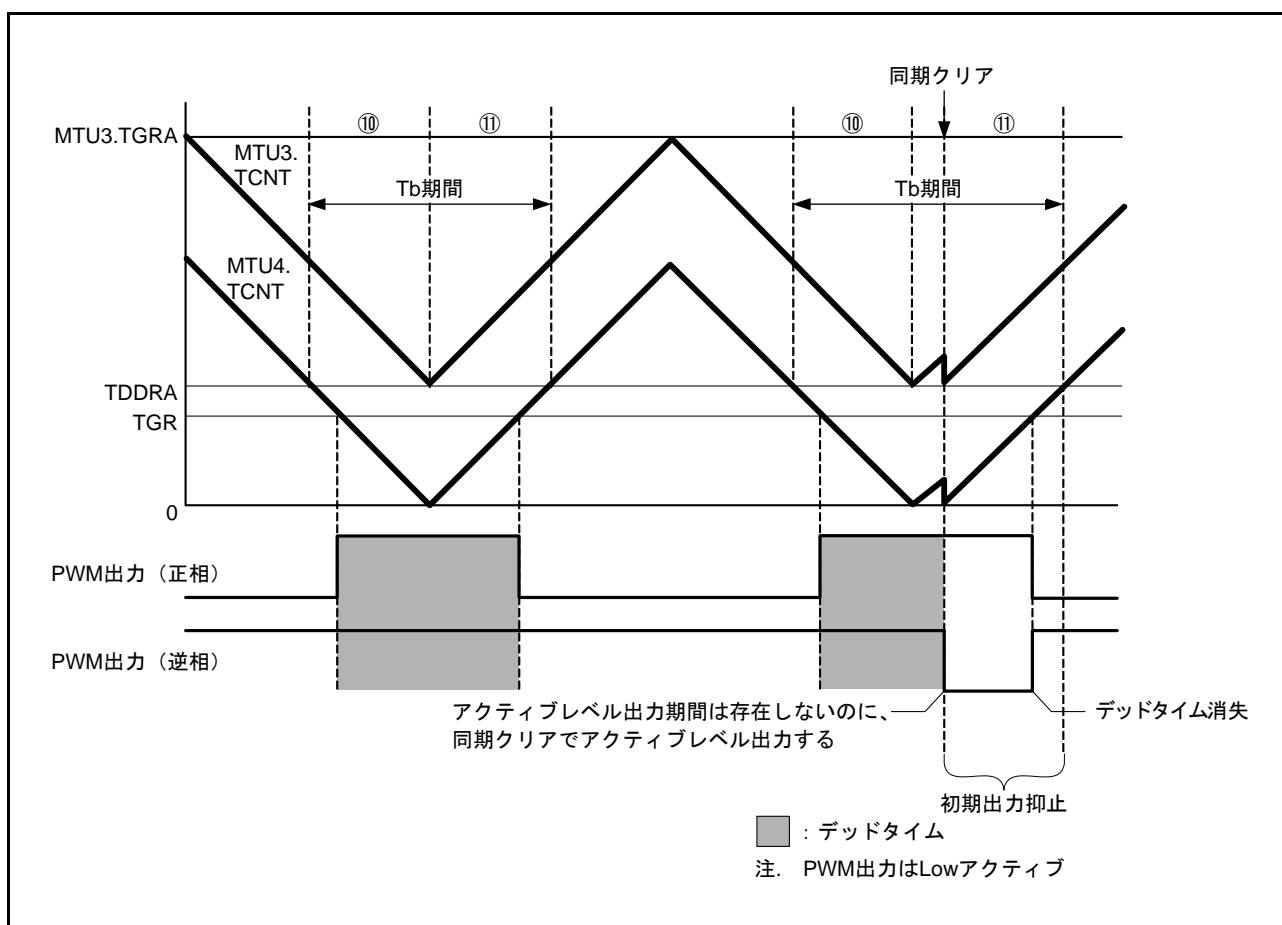

図 16.141 同期クリア例 (条件 2 の場合)
条件 2：初期出力の抑止期間⑩、⑪にて、 $MTU3.TGRB (MTU6.TGRB) \leq TDDRA (TDDRB)$ 、 $MTU4.TGRA (MTU7.TGRA) \leq TDDRA (TDDRB)$ 、 $MTU4.TGRB (MTU7.TGRB) \leq TDDRA (TDDRB)$ のいずれかが成立する状態で、同期クリアした場合 (図 16.141 参照)。